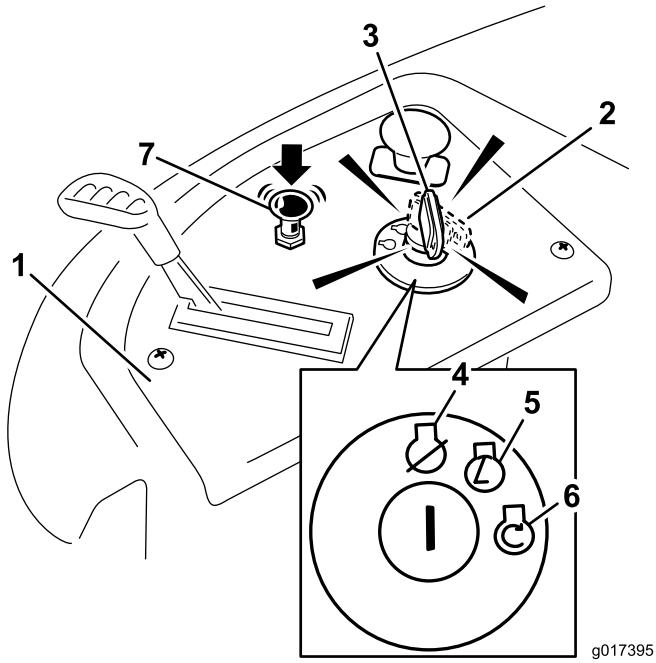

Figura 15
4. Rode a chave da ignição para a posição Start para ligar o arrancador (Figura 15).
5. Depois de o motor arrancar, empurre a alavanca do estrangulador do ar (Figura 15).
4. Desligue a chave da ignição (Figura 15) e retire a chave.